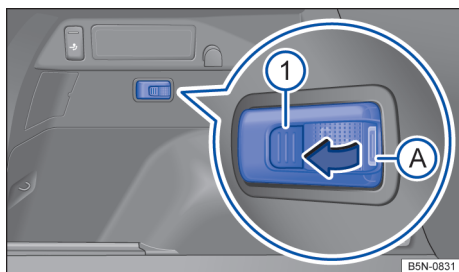

Fig. 190 À esquerda do compartimento de bagagem: lanterna removível.
- Pegar a lanterna removível na área → **Fig. 190 A**.
- Para ligar, pressionar o botão → **Fig. 190 1**. A lanterna acende com toda potência de iluminação.
- Dependendo da versão, pressionar o botão → **Fig. 190 1** novamente para regular em 50 % da potência de iluminação.
- Pressionar o botão → **Fig. 190 1** novamente para desligar a lanterna removível.
Desligar a lanterna removível e pressionar para dentro do suporte no sentido oposto ao da seta → **Fig. 190**.
- Alavancar a tampa da bateria recarregável com um objeto adequado por baixo da área → **Fig. 190 A**.